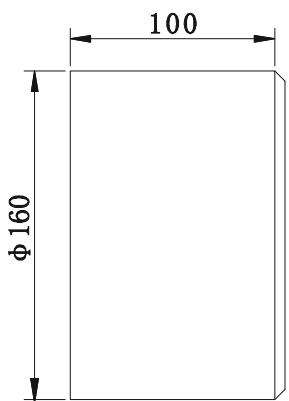

图 3-5-1
(1) 将“轮廓线”图层置于当前层，使用 RECTANG、LINE 命令绘制连接件转轴，如图 3-5-1 所示。其具体操作如下：
指定第一点 : 点取 A 点 , 如图 3-5-1 所示